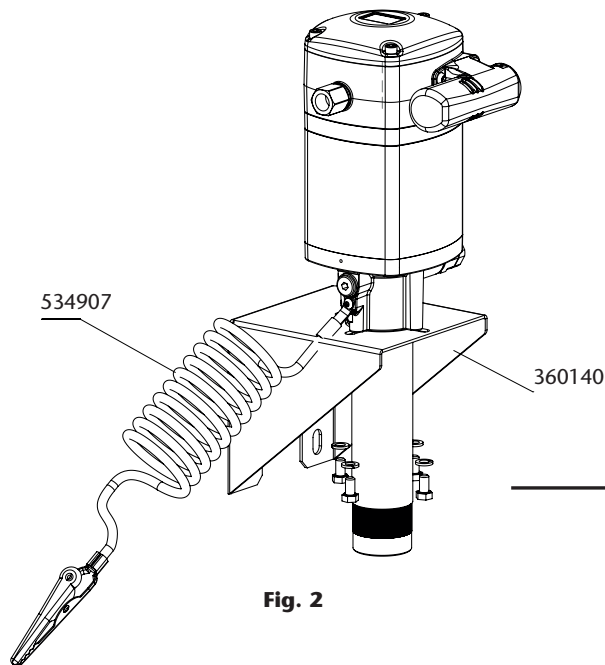

Fig. 2
- b. Montaje mural con tornillos. Inserte la bomba por el soporte (360140) y fíjela con 4 tornillos M8 (Fig. 2).